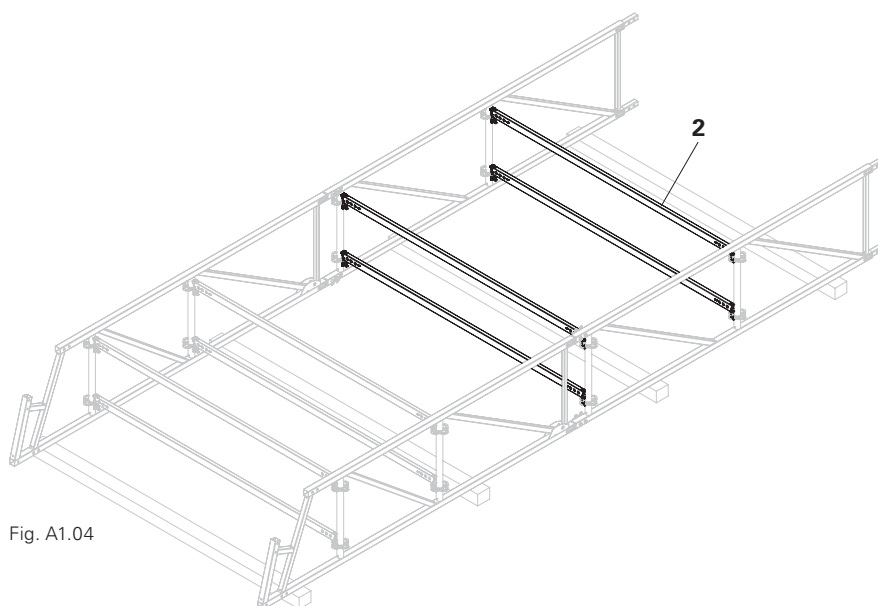

Fig. A1.04
3. Fissare i correnti orizzontali (**2**) alla rosetta su entrambi i lati (**1.1**) utilizzando le teste dei correnti e dei cunei (**2.1**). (Fig. A1.04)